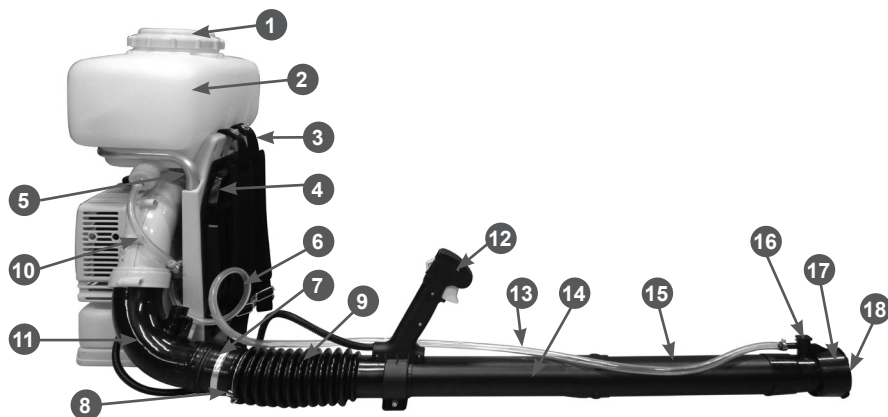

Рис. 1 Основные узлы и органы управления (вид сбоку)
Основные узлы и органы управления приведены на Рис. 1, 2.
2. Демонтируйте всасывающий шланг насоса 10 (Рис.1). Для этого необходимо открутить соединительную гайку 1 (Рис. 9) и вытащить редуктор 2 со шлангом 3.